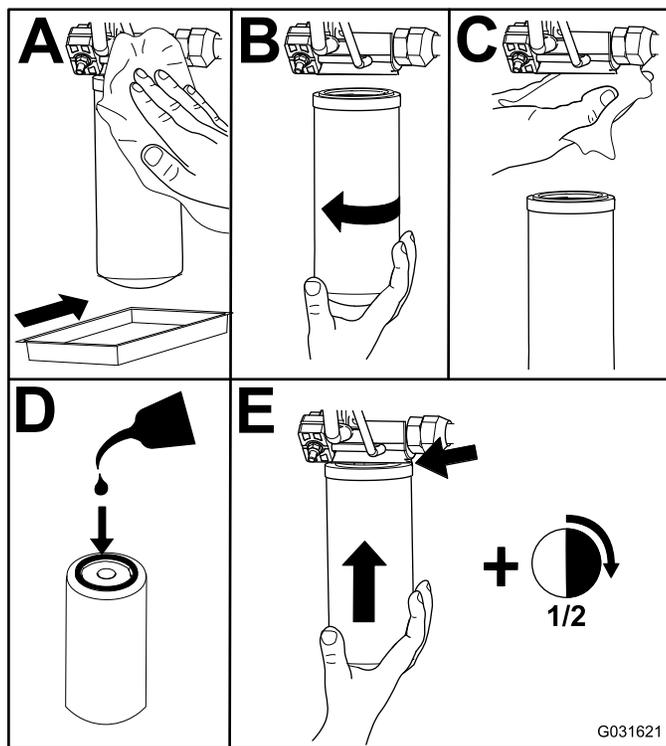

Figura 79
2. Substitua os filtros hidráulicos (Figura 79).